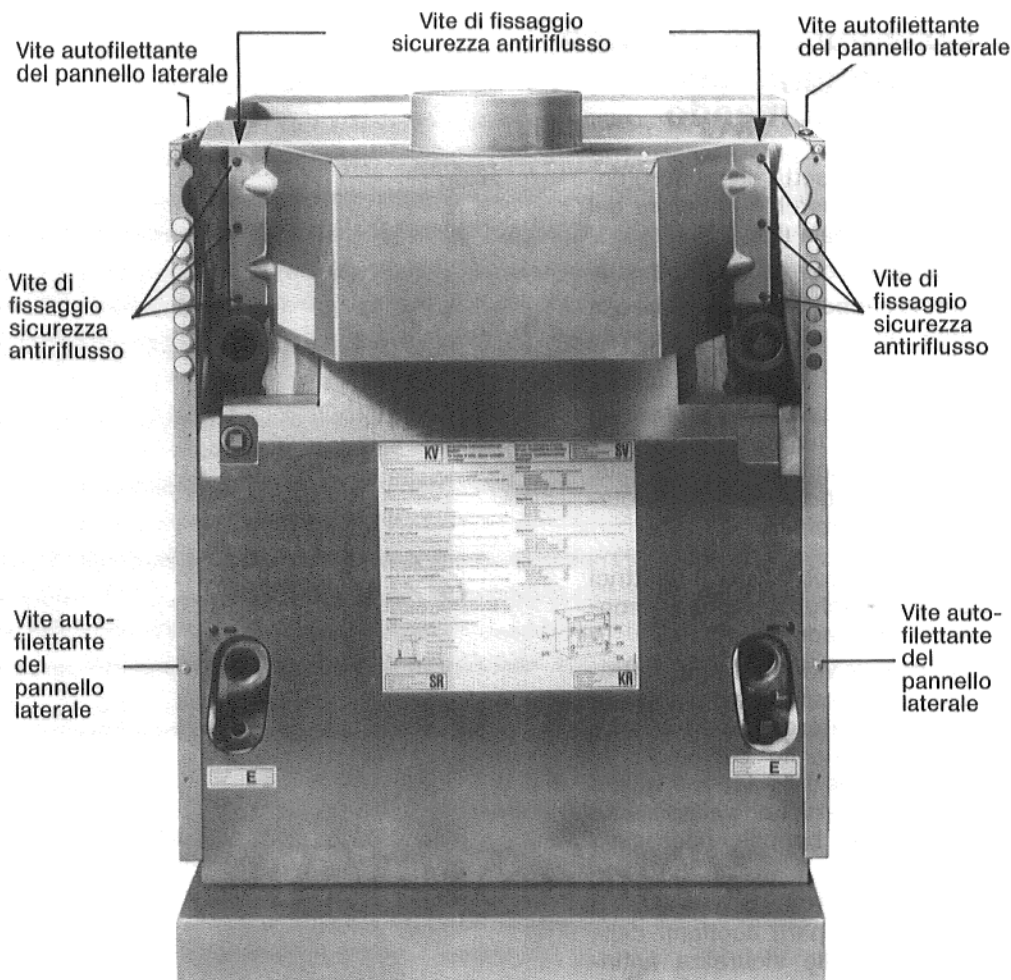

Fig. 6
Avvitare la sicurezza antiriflusso con le 8 viti di fissaggio a corredo, al collettore dei gas di scarico (Fig. 6).
2. Fissare il pannello laterale alla traversa sulla parte superiore della caldaia, per mezzo di una vite autofilettante (Fig. 6).
3. Fissare il pannello laterale al retro della caldaia per mezzo di una vite autofilettante immessa in madre-vite a molla (Fig. 6).